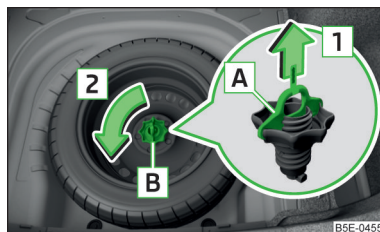

Fig. 207
Roata se află într-un locaș aflat sub podeaua portbagajului și este fixată cu un șurub de siguranță **B** » fig. 207.
- Extrageți siguranța **A**, în sensul săgeții **1** » fig. 207.
- Înșurubați șurubul de siguranță **B** în sens opus săgeții **2** » fig. 207.